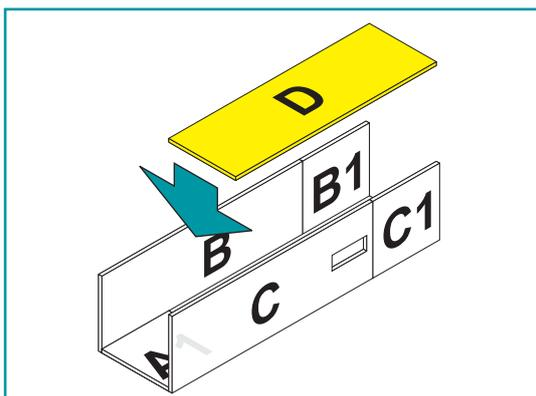

figura 7
2.2.6 Monte el panel D a los paneles B, B1, C y C1. (figura 7)